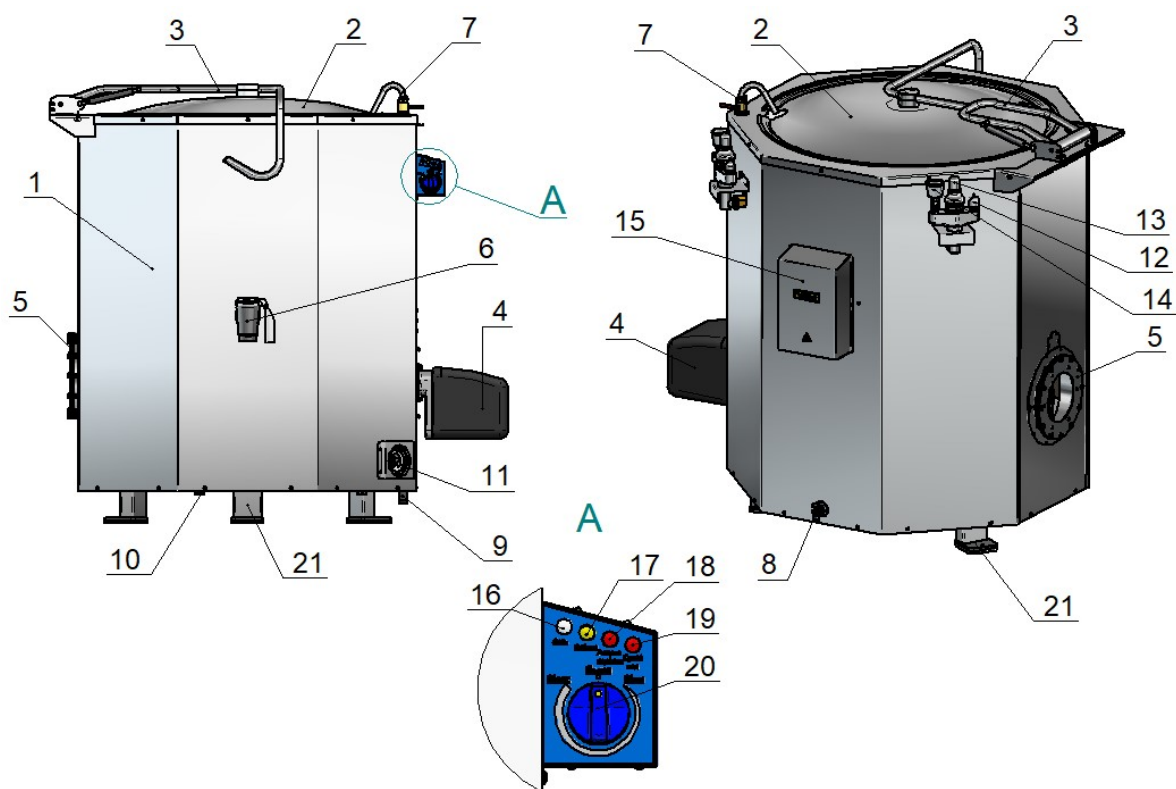

Рис. 1
Устройство котла приведено на рис. 1.
Уровень воды, заливаемый в парогенератор через заливную воронку (рис. 1 поз. 14), контролируется краном уровня (рис. 1 поз. 8). Контроль полного погружения в воду жаровой трубы теплообменника обеспечивают два датчика контроля уровня воды (датчики «сухого хода») и электронный блок. Под термином «Сухой ход» принято понимать положение, при котором детали теплообменника вследствие понижения уровня воды в «рубашке» оказываются полностью или частично не погружены в воду.
Вода в варочный сосуд котла подается через кран залива (рис. 1 поз. 7), подключение которого к водопроводной трассе осуществляется через сгон 9 и шланг подвода с резьбовой гайкой (G $\frac{3}{4}$ ”).
Крышка варочного сосуда (рис. 1 поз.2) при открытии фиксируется при помощи газовых пружин механизма подъема крышки 3.
Слив содержимого из варочного сосуда производится через сливной кран (рис. 1 поз. 6). Отверстие к сливному крану, расположенное внутри сосуда, закрывается съемным фильтром.
- сигнальная лампа «Сеть» (Рис. 1 поз. 16, белый светофильтр);
- светосигнальная арматура «Работа» (Рис. 1 поз. 17, желтый светофильтр);
- сигнальная лампа «Авария горелки» (Рис. 1 поз. 18, красный светофильтр);
- сигнальная лампа «Сухой ход» (Рис. 1 поз. 19, красный светофильтр);
- переключатель мощности (Рис. 1 поз. 20).
На передней облицовочной панели установлен электроконтактный манометр (рис. 1 поз. 11).
Заливная воронка с краном служат для залива воды в паровую рубашку (рис. 1 поз. 14).
Для предотвращения чрезмерного повышения давления в пароводяной рубашке установлены два предохранительных клапана (рис. 1 поз 13), которые срабатывают при превышении давления в рубашке (50÷65) кПа (0,50÷0,65 кгс/см²). Для предотвращения создания чрезмерного разрежения установлены два вакуумных клапана (рис. 1 поз. 12), которые срабатывают при создании разрежения в пароводяной рубашке более 0,01 кгс/см².
Регулирование величины мощности нагрева котла производится установкой ручки переключателя (рис. 1 поз 11) в положение «1», «2», «3», что соответствует слабому, среднему и сильному нагреву. Отключение нагрева производится установкой ручки переключателей в положение «0».
Электроконтактный манометр расположен на панели управления (рис. 1 поз. 16) и настроен на верхнее рабочее давление 0,60 кгс/см² и 0,45 кгс/см² - нижнее рабочее давление. При достижении давлением внутри рубашки котла верхнего значения давления электроконтактный манометр выдает сигнал на блок управления. В свою очередь блок управления формирует команду на отключение всех электронагревателей. Электронагреватель находится в отключенном состоянии, пока давление внутри рубашки не достигнет нижнего значения задания давления на электроконтактном манометре.
- на месте установки котла подведен многожильный гибкий кабель с сечением проводников 16мм² (например КГн5х16) и длина кабеля имеет запас по длине для подключения к клеммам расположенным внутри блока управления котла (рис. 1 поз. 9).